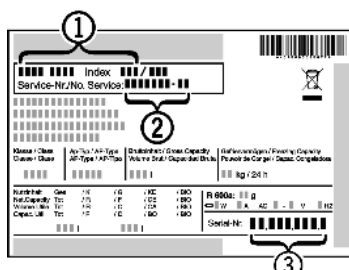

Fig. 26
- ▶ Gerätebezeichnung Fig. 26 (1), Service-Nr. Fig. 26 (2) und Serial-Nr. Fig. 26 (3) vom Typenschild ablesen. Das Typenschild befindet sich an der linken Geräteinnenseite.